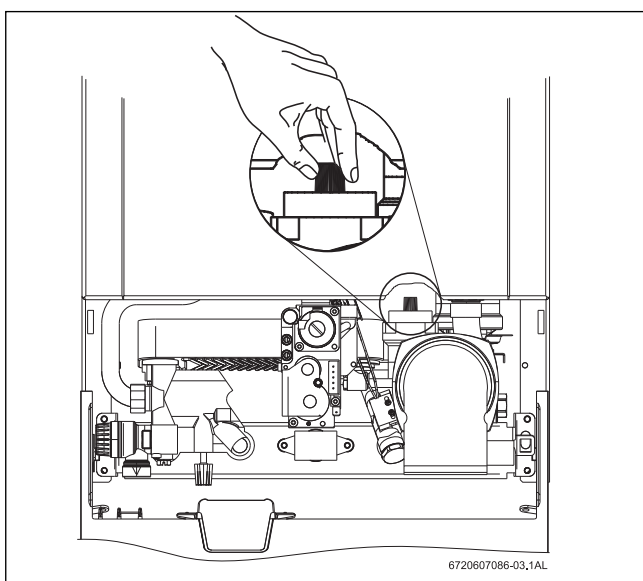

Fig. 11 Purgador automático
- ▶ Para evacuar o ar do aparelho utilizando o purgador automático que incorpora, abrir a tampa do purgador automático (ver Fig. 11).